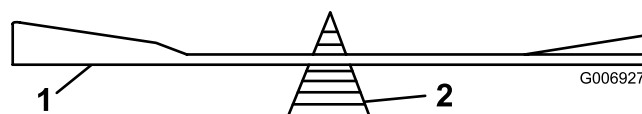

Figure 36
- Vérifiez l'équilibre de chaque lame en la plaçant sur un équilibreur (Figure 36). Si la lame reste horizontale, elle est équilibrée et peut être utilisée. Si la lame est déséquilibrée, limez un peu le dos de la lame. Répétez la procédure jusqu'à ce que la lame soit équilibrée.